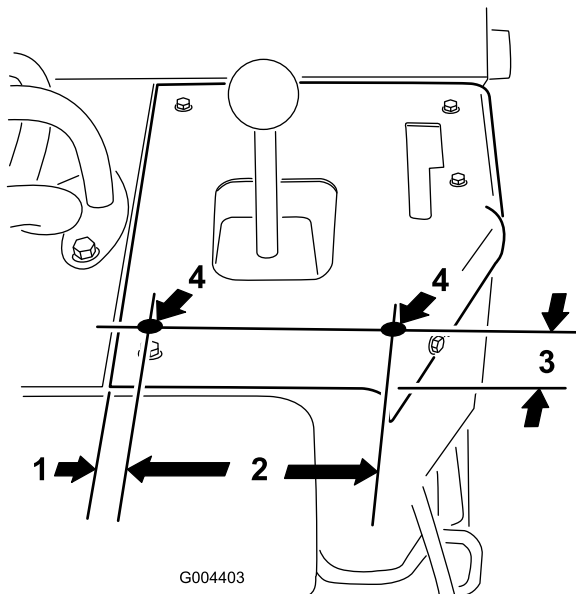

Figura 8
- Localice y perfore 2 taladros ($\frac{3}{8}$ ") en el panel de control, debajo de la palanca del brazo de carga (Figura 8).